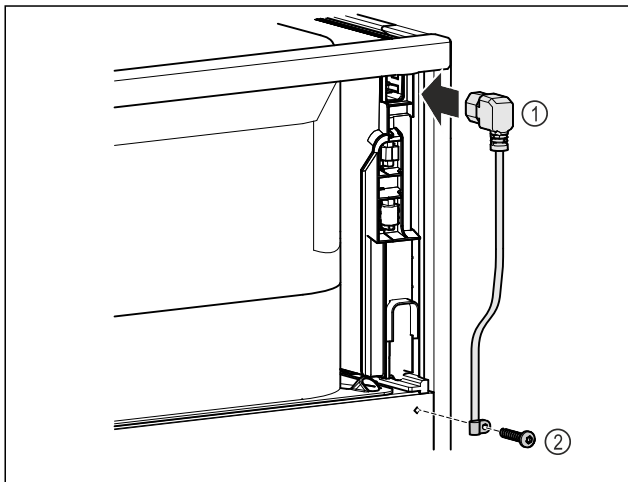

Fig. 13
- ▶ Ievietojiet tīkla pieslēguma vada vājstrāvas ierīces ligzdu Fig. 13 (1) ierīces aizmugurē.
- ▶ Uzstādiet nostiepuma atslogošanas palīgierīci. Fig. 13 (2)